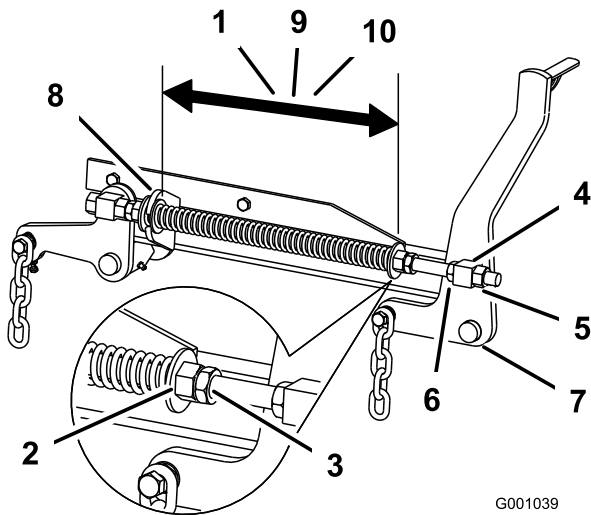

Figura 73
2. Compruebe la distancia entre las dos arandelas grandes, que debe ser de 28.2 cm (11-1/8 pulg.) para plataformas de cortacésped de 52 pulgadas, 26.7 cm (10-1/2 pulg.) para plataformas de cortacésped de 60 pulgadas ó 29.2 cm (11-1/2 pulg.) para plataformas de cortacésped de 72 pulgadas (Figura 73).
3. Ajuste esta distancia aflojando la contratuerca elástica y girando la tuerca que está delante de cada muelle (Figura 73). Gire la tuerca en el sentido de las agujas del reloj para acortar el muelle y en el sentido contrario a las agujas del reloj para alargar el muelle.
4. Fije la tuerca en la posición deseada apretando la contratuerca elástica (Figura 73).